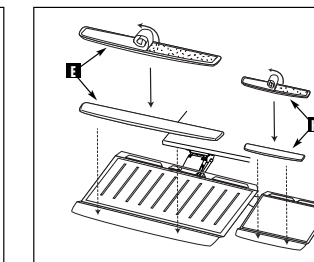

Figure 9
The Mouse Wrist Rest (H) should be placed at the rounded front end of the tray, and can be mounted by removing the backing from the bottom of the rest and pressing it firmly into position. The Mouse Pad (I) should be placed at the rear of the unit (Figure 9 & 10).
Le ressort-poignet pour sous (E) doit être placé sur le côté avant arrondi de la partie-sous et peut être monté en retirant la protection sous le ressort-poignet et en appuyant fermement. Le tapis de sous (I) doit être placé à l'arrière de la partie-sous (Figures 9 et 10).